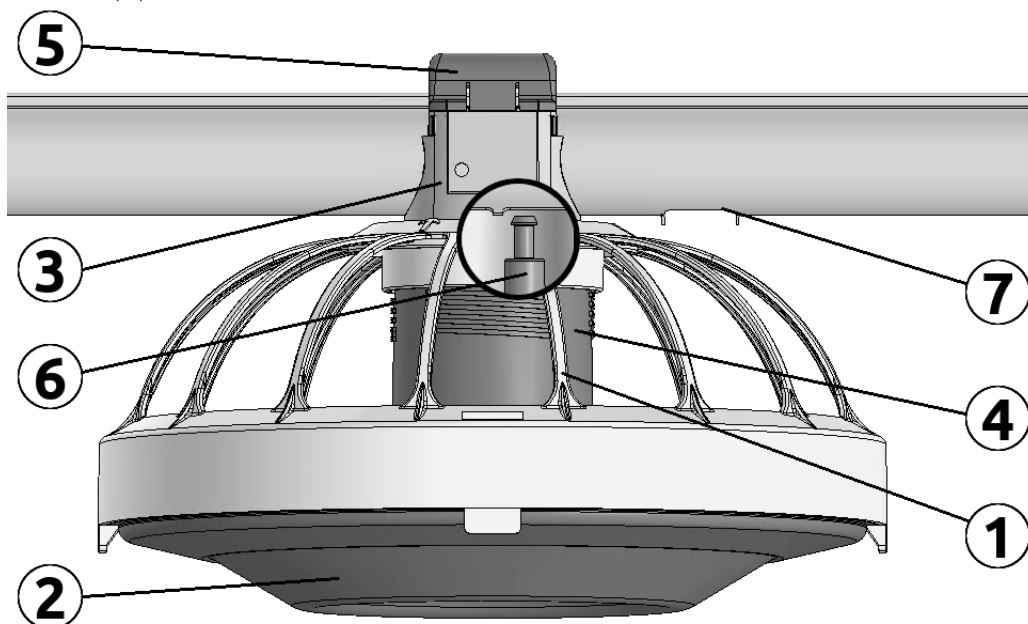

Рисунок 3.12
**Кормушка** (рис. 3.12) устанавливается в каждой ячейке клеточной батареи. Кормушка состоит из 16-ти лучевого корпуса (1), днища (2), распределителя кормов (3), дозатора (4) и держателя (5).